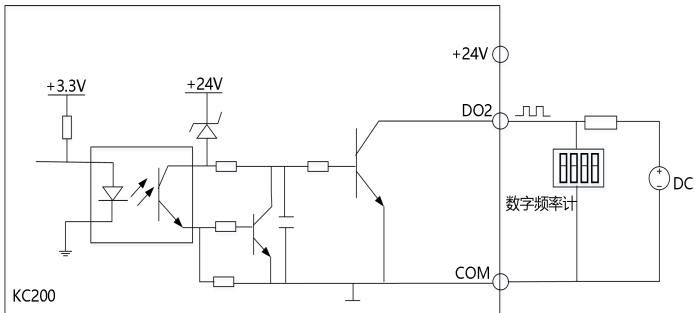

图 3-15 输出端子 DO2 连接方式 2
4. DO2 用作数字脉冲频率输出，也可使用外部电源，接线方式请参见图 3-15。